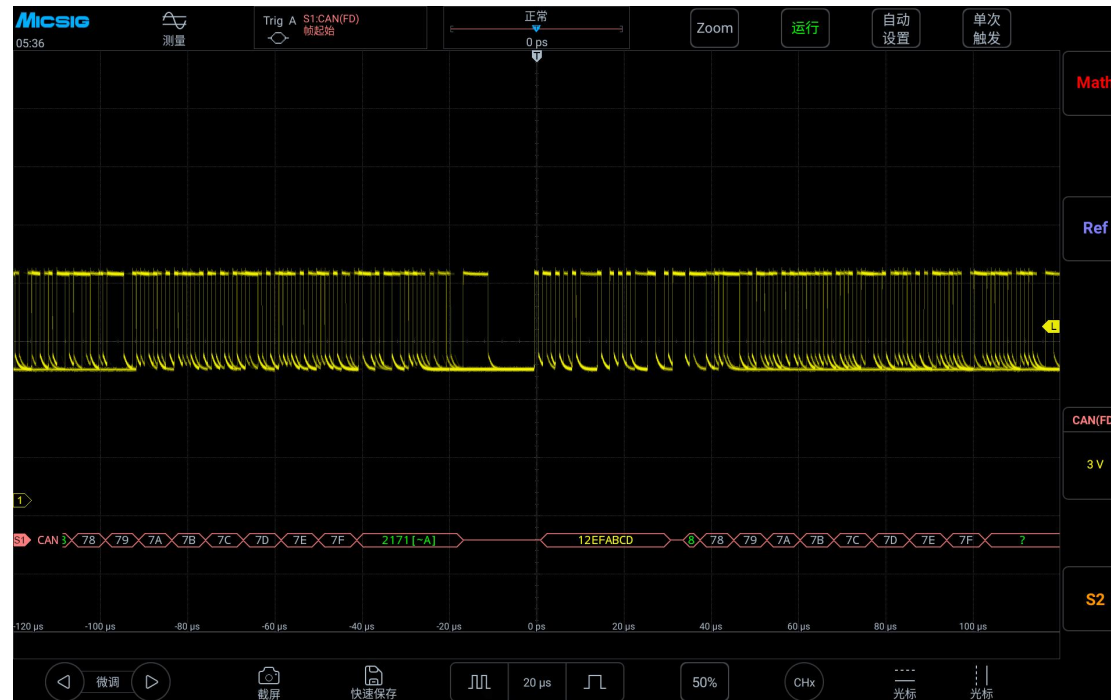

图 11-16 CAN 总线解码结果
- (1) 轻点 S1 打开解码通道，向左轻扫 S1 打开总线配置菜单；
- (2) 选择总线类型为“CAN”，依次点选“Ch1”“CAN\_H”“1Mb/s”，FD 波特率设置为“无”，设置完成后点按空白区域关闭菜单；
- (3) 打开触发方式配置菜单，点选“帧起始”；
- (4) 依据信号幅值调节阈值电平；CAN 总线解码结果见图 11-16：